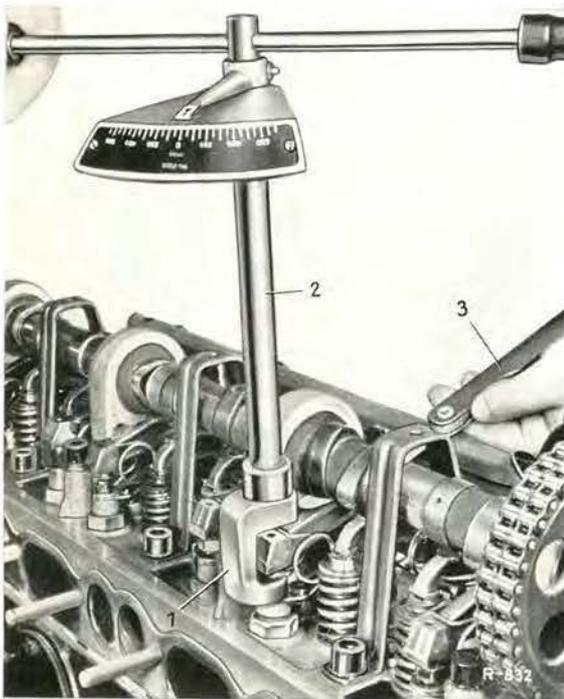

Bild 00-3/3
das Ventilspiel durch Verdrehen des Kugelbolzenoberteils (3) am Sechskant (SW 14) mit dem Zwischenstück 111 589 00 01 (1) und einem Drehmomentschlüssel (0-6 mkp) (2) einstellen (Bild 00-3/1 und 3). Bei zu kleinem Ventilspiel durch Hineinschrauben des Kugelbolzenoberteils das Spiel vergrößern. Bei zu großem Ventilspiel durch Heraus-schrauben des Kugelbolzenoberteils das Spiel verkleinern. Das Einstelldrehmoment beim Drehen des Kugelbolzenoberteils (3) im Unterteil (1) muß mindestens 1,5 mkp betragen (Bild 00-3/1).